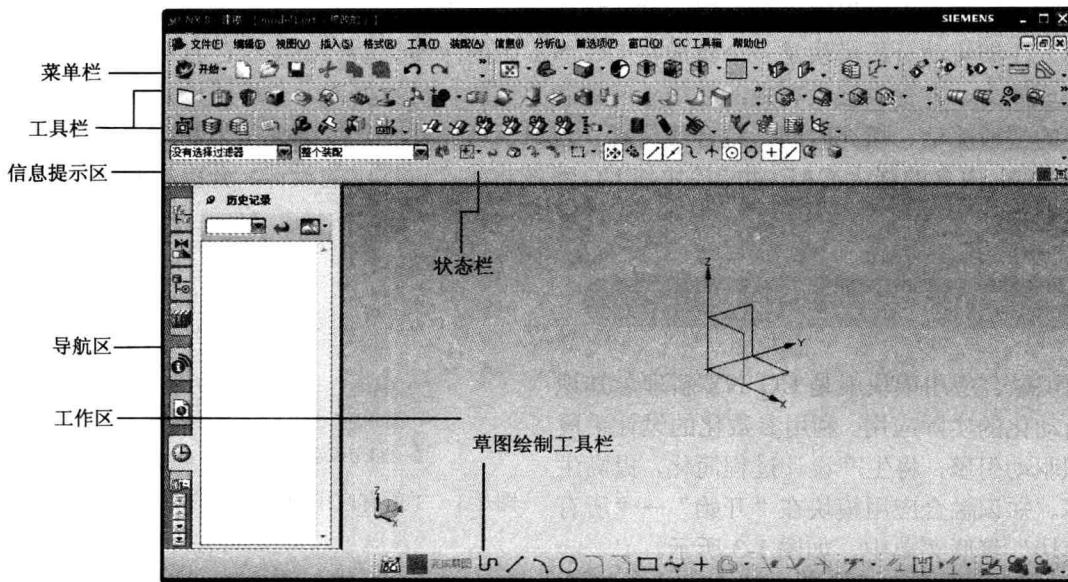

图 1-5 工作界面
此时还不能进行实际操作。选择“文件(F)”→“新建(N)”命令或者单击 \square 按钮建立一个新文件，或者选择“文件(F)”→“打开(O)”命令或者单击 \square 按钮打开一个已存文件后，系统进入基础环境模块，如图 1-5 所示。
选择“标准”工具栏上的“开始” \rightarrow “所有应用模块” \rightarrow “建模 (M)”命令，系统进入建模模块。其工作界面如图 1-5 所示。该工作界面主要包括标题栏、菜单栏、工具栏、提示栏、状态栏、工作区、对话框、快捷菜单和坐标系等几个部分。